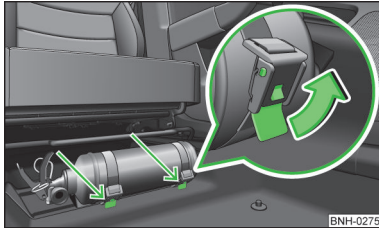

Abb. 136
- Die beiden Gurte lösen, indem an den jeweiligen Sicherungen in Pfeilrichtung gezogen wird » Abb. 136.